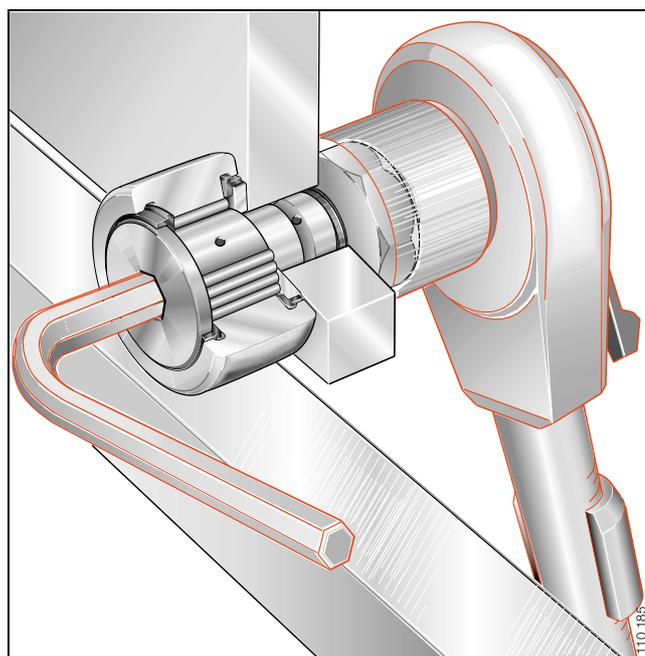

Figura 5 · Montaje simplificado gracias a hexágonos interiores en ambos lados
- Sujetarse más fácilmente con una llave al apretar la tuerca de fijación (Figura 5)